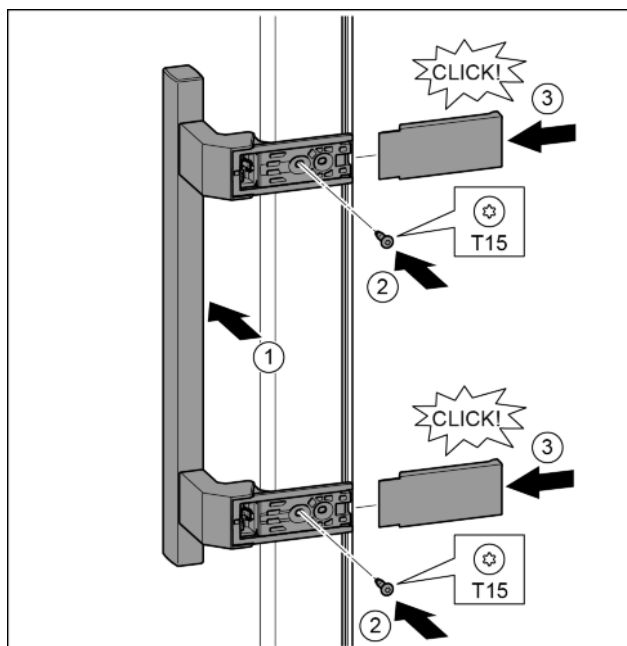

Fig. 19
- ▶ Greep op de tegenoverliggende zijde aanbrengen. Fig. 19 (1)
- ▶ Schroeven met schroevendraaier T15 vastschroeven. Fig. 19 (2)
- ▶ Afdekkingen zijdelings aanbrengen en erop schuiven. Fig. 19 (3)